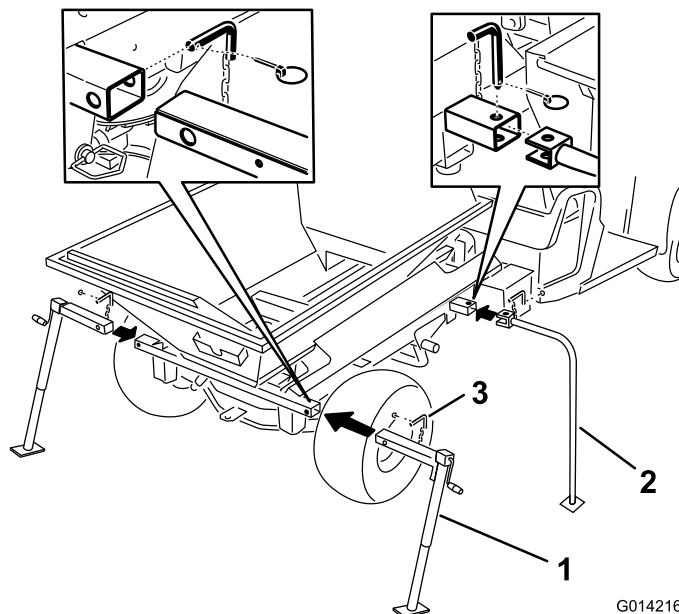

Figura 1
7. Introduzca las patas de almacenamiento delanteras y los gatos traseros en los tubos de la ProPass y sujételos con los pasadores de bloqueo (Figura 1).